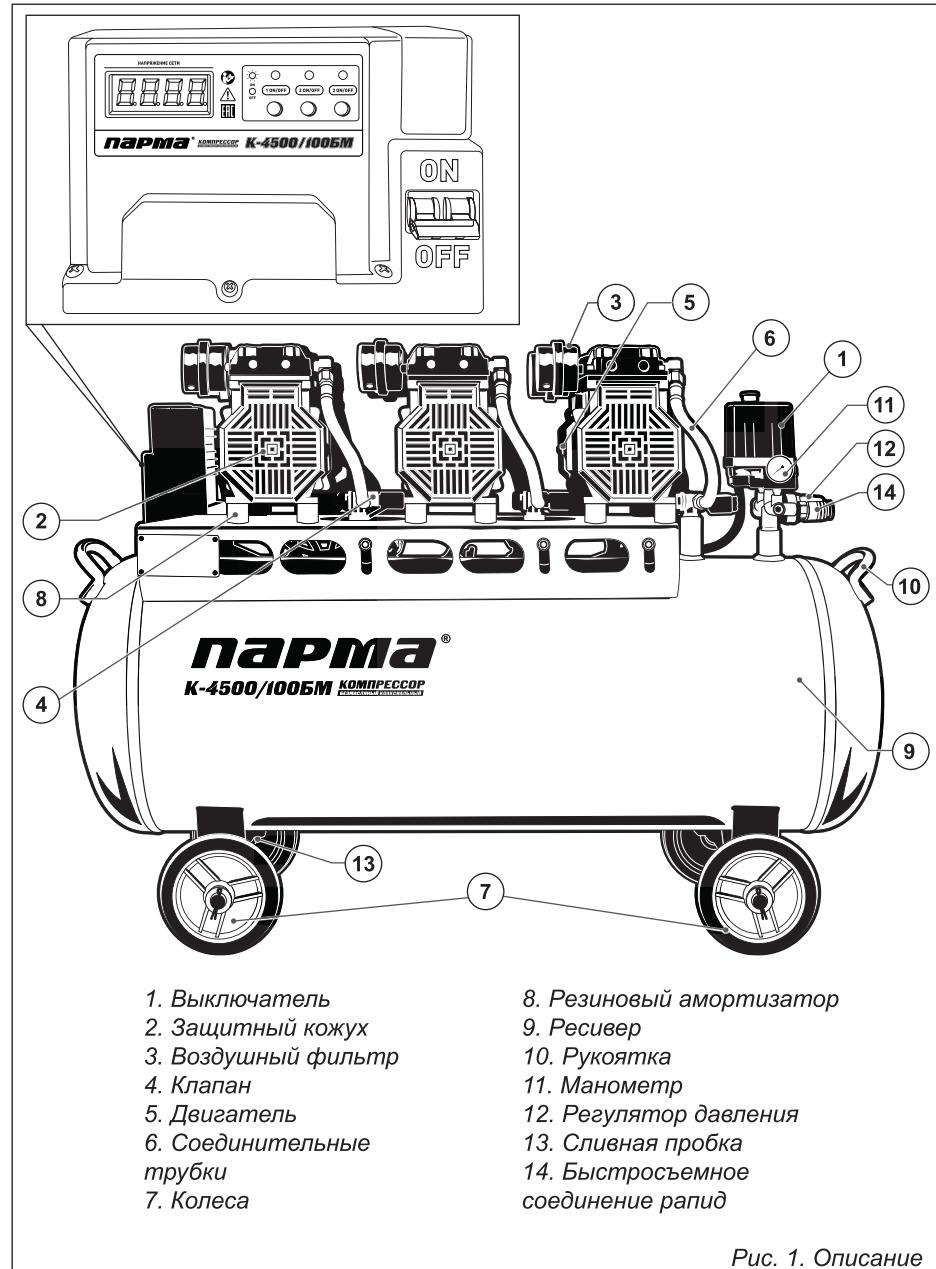

Рис. 1. Описание
4. Переведите автомат защиты в положение включено (ON), на цифровом табло отобразится значение напряжения сети (рис. 1).